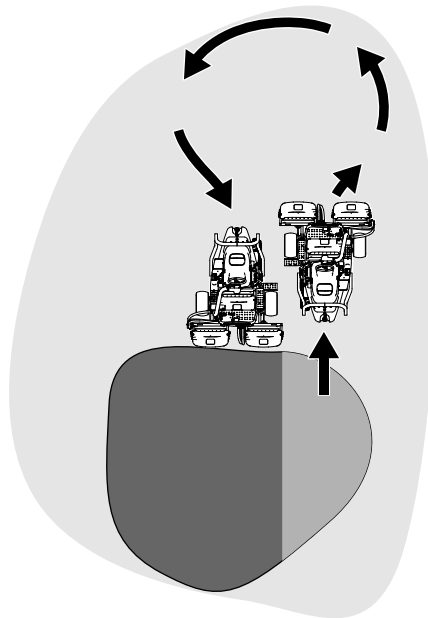

図 28
6. Uターンするとき、一旦反対側にハンドルを切ってから旋回すると、楽に、しかも効率良く回ることができて次の列そえが楽になります。反対側に軽く振ってから旋回すると雨だれ形の旋回 図 28 になって、スムーズに次の列に入ることができます。